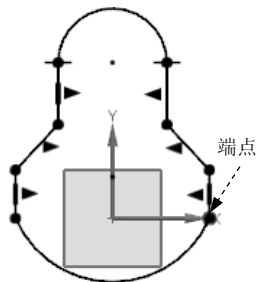

图 5.11.4 定义约束对象
(3) 单击“几何约束”按钮。系统弹出“几何约束”对话框，单击“点在曲线上”按钮, 选取图 5.11.4 所示的端点和水平轴线, 则添加“点在曲线上”约束。